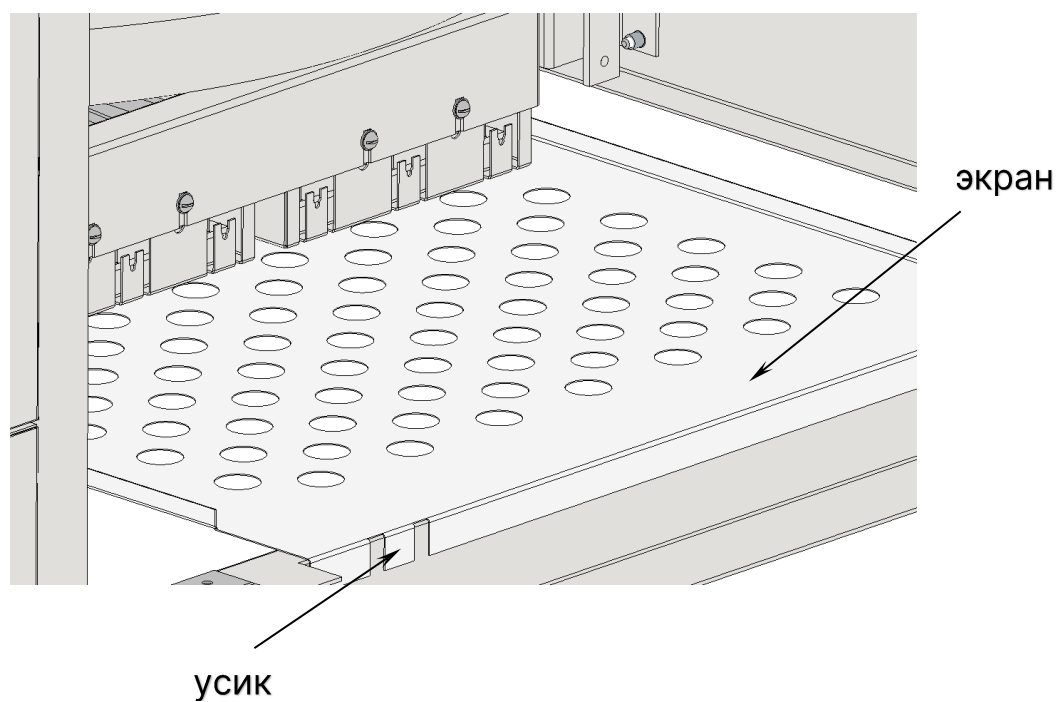

Рисунок 6
- отогнуть 4 усика на экране (рис. 6);